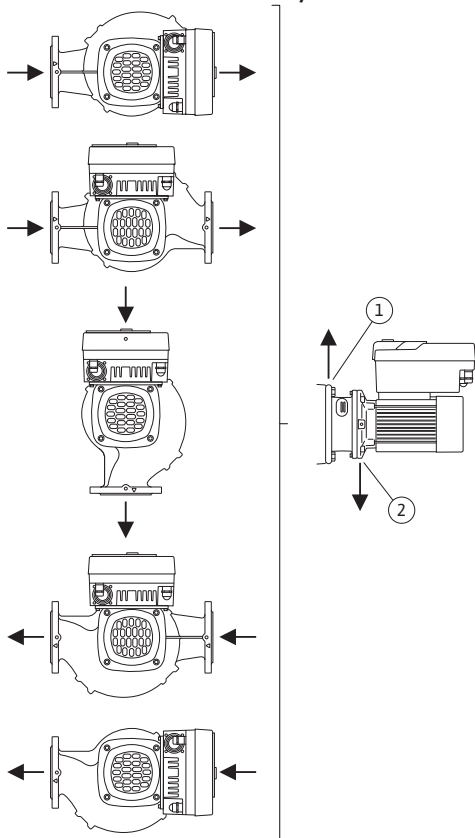

Fig. 16: Přípustné montážní polohy s vodorovnou hřídelí
- U vodorovné hřídele motoru je nutné, aby otvor pro kondenzát směřoval dolů (Fig. 16, poz. 2). Popřípadě je nutné otočení motoru.